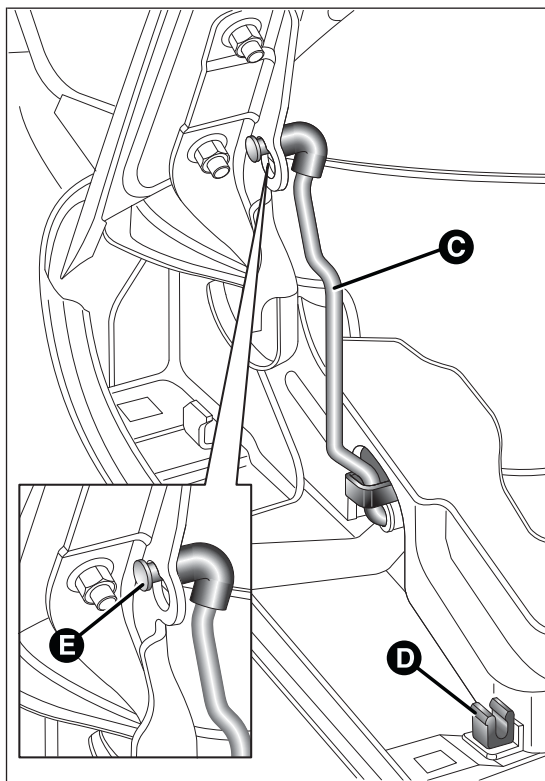

fig. 59
- ☐ levantar el capó y, al mismo tiempo, soltar la varilla de sujeción C fig. 59 de su dispositivo de bloqueo D; a continuación introducir el extremo de la varilla en el alojamiento E del capó (orificio grande) y empujarlo en la posición de seguridad (orificio pequeño), de la manera indicada en la figura.
- ☐ mantener levantado el capó con una mano y con la otra extraer la varilla C fig. 59 del alojamiento E, con un movimiento inverso al de apertura, y volver a introducirla en su dispositivo de bloqueo D;